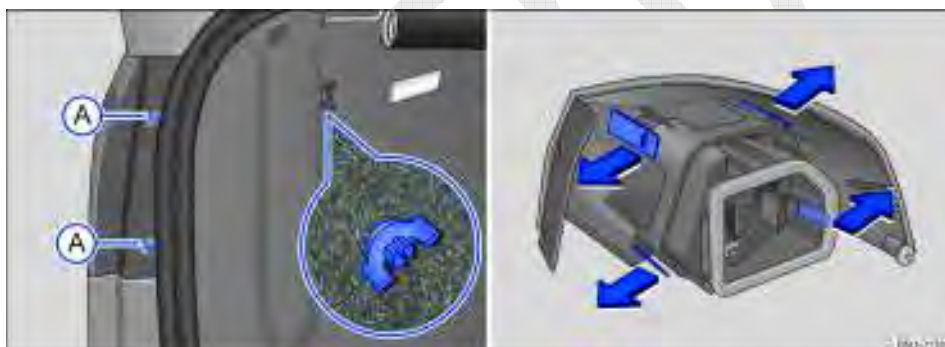

Fig. 185 Na carroceria: remover a lanterna traseira e suporte das lâmpadas.
3. Remover os parafusos de fixação ⇒ Fig. 185 (A).
4. Soltar o parafuso borboleta ⇒ Fig. 185 (lupa) e retirá-lo, segurando, ao mesmo tempo a lanterna traseira.
5. Puxar cuidadosamente a lanterna para fora, para desencaixá-la da carroceria ⇒ ①.
8. Para destravar o suporte das lâmpadas, pressionar cada lingueta de travamento no sentido das setas ⇒ Fig. 185.